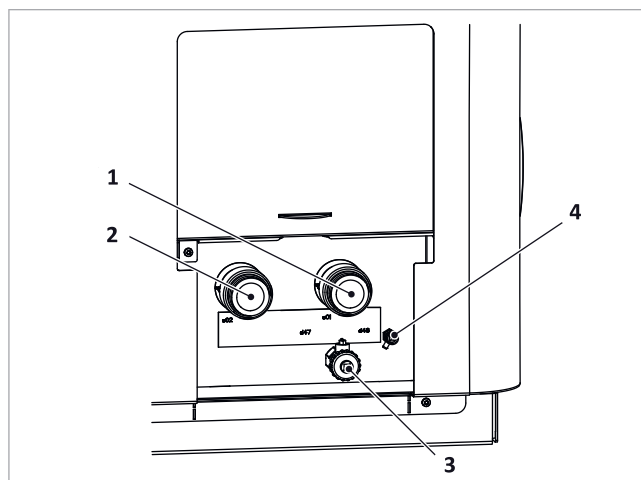
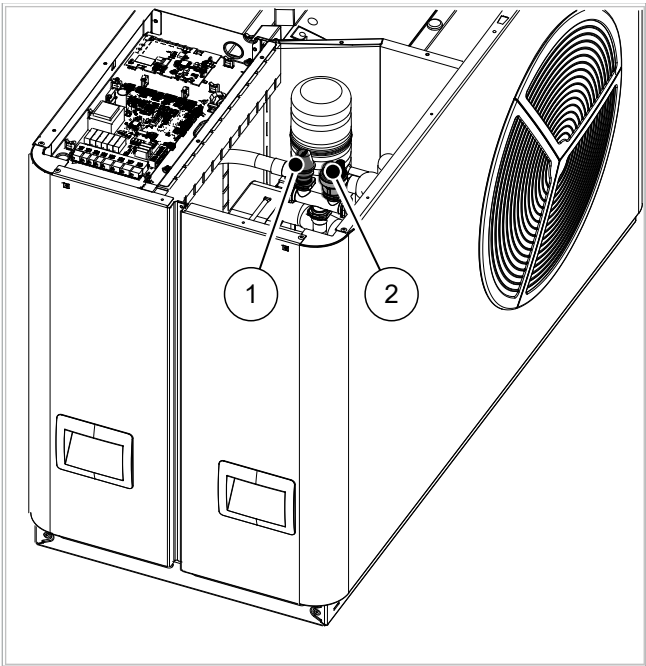

Fig. 17: SolvisLea: Attacco idraulico
Fig. 19: SolvisLea 8,3 Premium
1. Riempire l’impianto come illustrato nelle istruzioni di montaggio per lo svuotamento dell’accumulatore (→ fig. 17, 3)
2. Aprire lo sfiatore automatico (→ fig. 19, 2) e liberare il sistema delle tubazioni della pompa di calore dai gas, aprendo lo sfiato, vedi → fig. 17 (4).